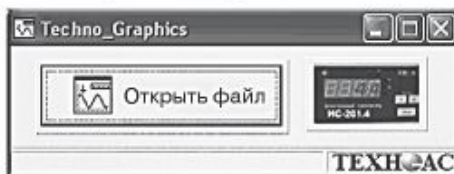

рис. 16
1) Запустить программу TG. На экране ПК откроется диалоговое окно (рис. 16)